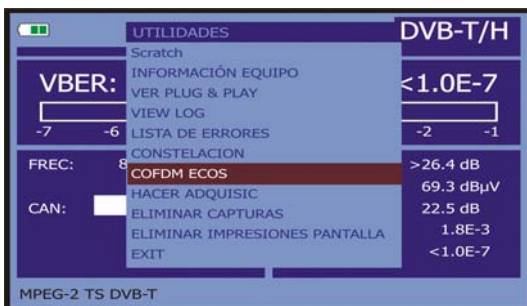

Figura 54.-. Menú COFDM ECOS.
2. Seleccionar la opción **COFDM ECOS** (Figura 54.-).